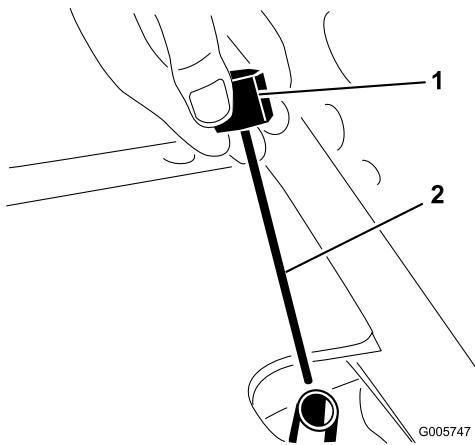

Bild 30
2. Schrauben Sie den Deckel des Peilstabs vom Einfüllstutzen (Bild 30) und wischen Sie ihn mit einem sauberen Lappen ab. Schrauben Sie den Deckel des Peilstabs mit der Hand auf dem Einfüllstutzen fest. Schrauben Sie den Peilstab heraus und prüfen Sie den Ölstand. Wenn der Ölstand nicht 13 mm von der Kerbe am Peilstab (Bild 30) ist, füllen Sie eine ausreichende Menge von Qualitätshydrauliköl ein, um den Stand auf die Kerbenmarke anzuheben. Sie dürfen nur bis 13 mm oberhalb der Marke einzufüllen.